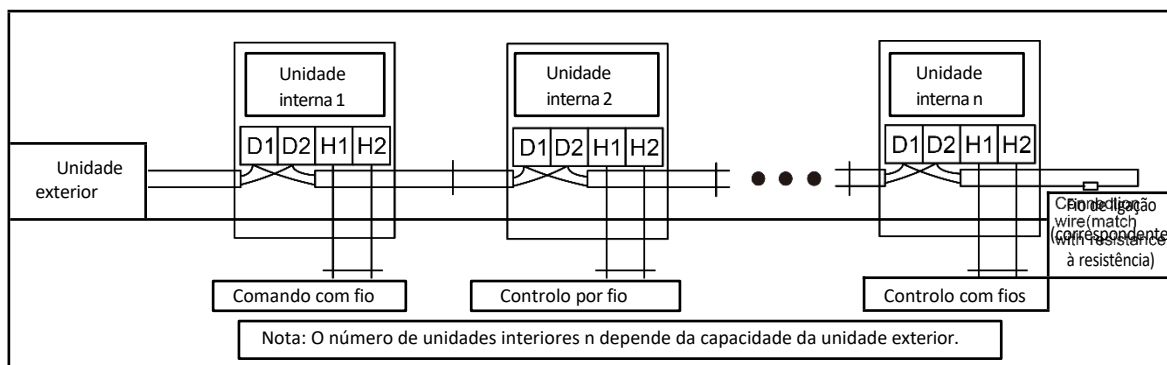

Fig. 5.3.2
- 5 Para uma comunicação mais fiável, certifique-se de ligar a resistência de terminal à unidade interior mais a jusante do barramento de comunicação (terminais D1 e D2), conforme ilustrado na Fig. 5.3.2; a resistência de terminal é fornecida com cada unidade exterior.